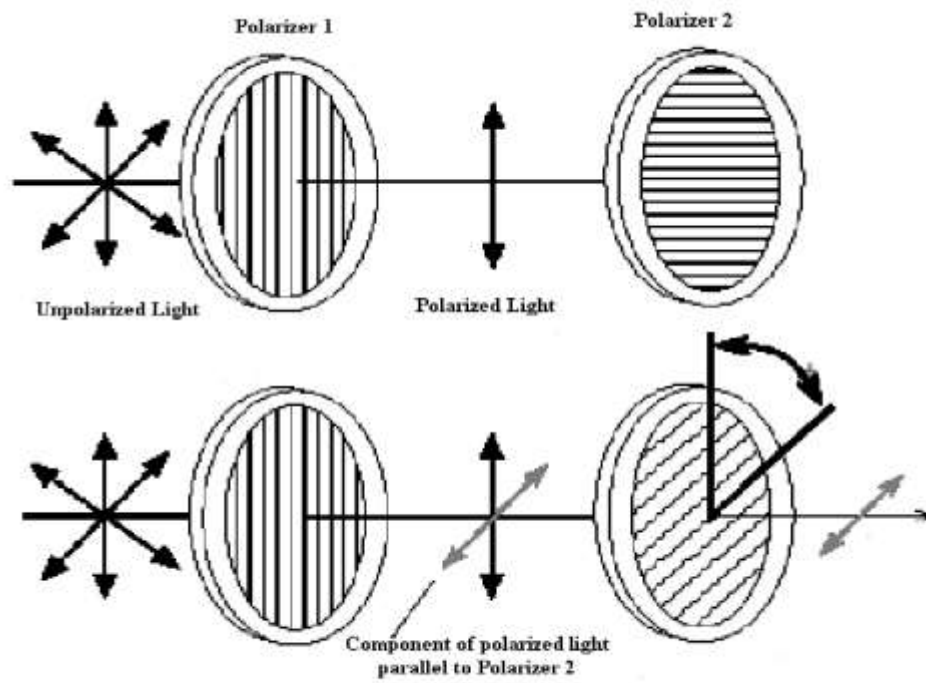

Figura 5: Luz transmitida através de dois polarizadores.
3. Gire o disco de abertura de forma que a abertura aberta fique em frente ao sensor de luz (veja Figura 5).